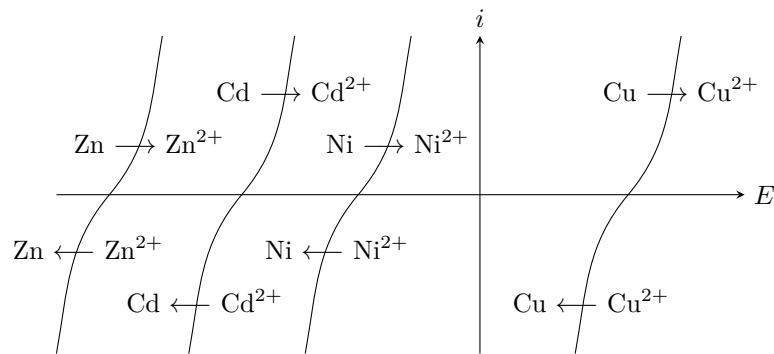

Figure 3 – Courbes intensité-potential pour l'interprétation de la cémentation.
- 1 - À l'aide de la figure 3, justifier le procédé de cémentation en écrivant les équations bilans des réactions qui ont lieu. Sous quelle forme se trouvent les impuretés à l'issue de la cémentation ? À quoi sert le filtrage de la solution ?